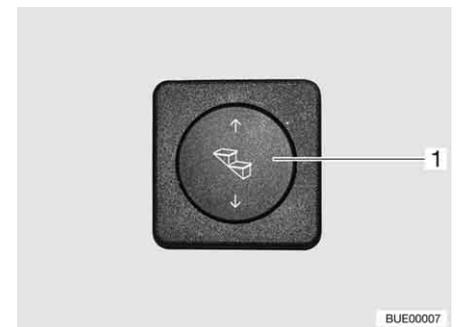

Fig. 13 Botão de comando, degrau
- Pressione o botão basculante (Fig. 13,1) em baixo e mantenha-o premido (pelo menos durante 3 segundos), até o degrau estar completamente desdobrado.
- Pressione o botão basculante em cima (Fig. 13,1) até o degrau ter sido completamente recolhido.